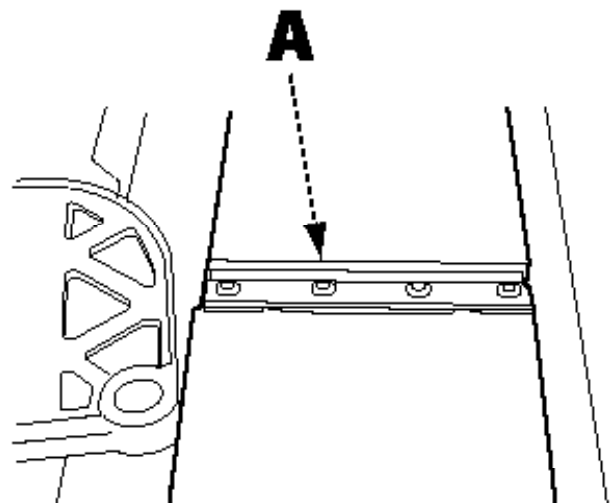

FIGURE 19
2. Tournez soigneusement et lentement le porte-outil à la main jusqu'à ce que la barre de serrage et les quatre vis de serrage (A) soient accessibles. Voir Figure 19.
10. Effectuez le serrage final sur chacune des quatre vis de fixation en suivant la séquence décrite à la Figure 19.